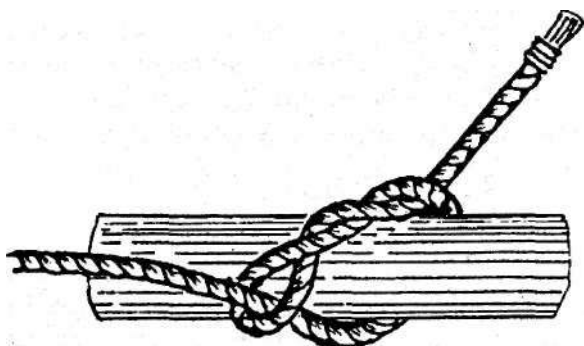

Рис. 23. Удавка
**Способ завязывания узла:** выполняем шлаг вокруг предмета, ходовым концом обносим коренной конец и четыре-пять раз обвиваем ходовым концом получившуюся петлю в сторону, обратную наложению шлага, как показано на **рис. 23**.